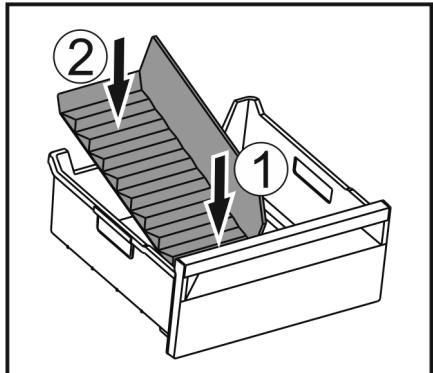

Fig. 115
- Установите переднюю часть разделителя отделения для льда. Fig. 115 (1)
- Опустите заднюю часть разделителя отделения для льда на дно выдвижного ящика. Fig. 115 (2)